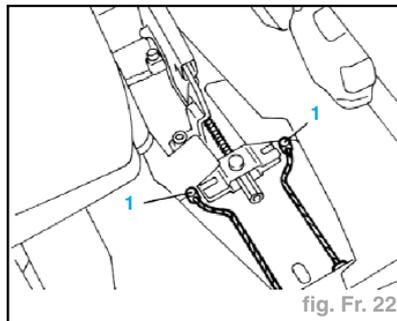

fig. Fr. 22
- En intervenant de l'intérieur du véhicule, détacher les câbles de frein à main du renvoi sur le levier (1) (fig. Fr. 22).